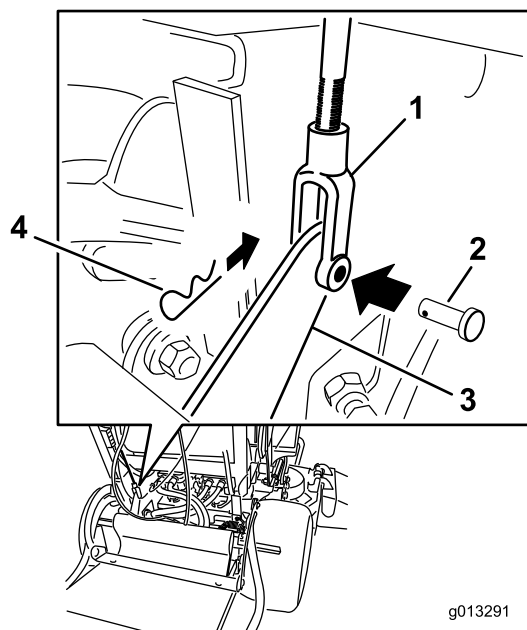

Figure 61
4. Pour régler le frein, retirez la goupille fendue et l'axe de chape du levier de frein inférieur et de la chape (Figure 61).
7. Fixez la chape au levier de frein inférieur avec la goupille fendue et l'axe de chape (Figure 61).